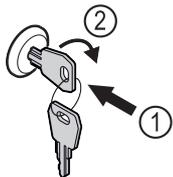

Fig. 158
- ▶ Inserire la chiave. Fig. 158 (1)
- ▶ Ruotare la chiave di 90° in senso orario. Fig. 158 (2)